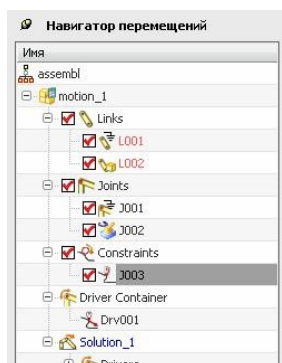
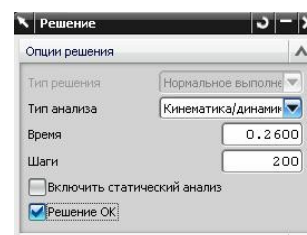
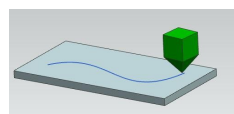

рис.64
рис.66
рис.67
- При задании такого *Движителя* в качестве объекта его приложения укажете именно связь *Точка по кривой* (рис.64). Эта возможность в нашем случае оказывается очень удобной. При этом движитель сам “угадывает” направление перемещения.
- Чтобы избежать возможной ошибки во время анализа, сначала определите длину кривой (рис.65). Потом так задайте начальную скорость *Движителя* (рис.64), и *Время* анализа (рис.66), чтобы за время анализа зеленая призма точно прошла длину указанной кривой, и не более того. В этом случае в конце анализа зеленая призма остановится точно в конце кривой (рис.67).